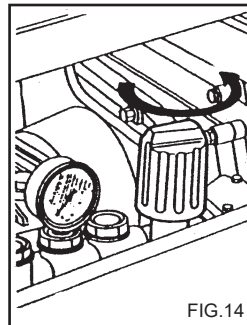

FIG. 14
El presente capítulo se refiere a los modelos que llevan el dispositivo de "Regulador de presión". El dispositivo regulador de presión (fig. 14) permite regular la presión de trabajo. Girando el botón C en el sentido de las agujas del reloj (B) (mínimo), se obtiene una reducción de la presión de trabajo.